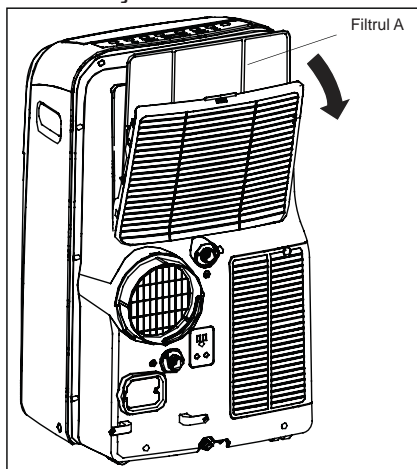
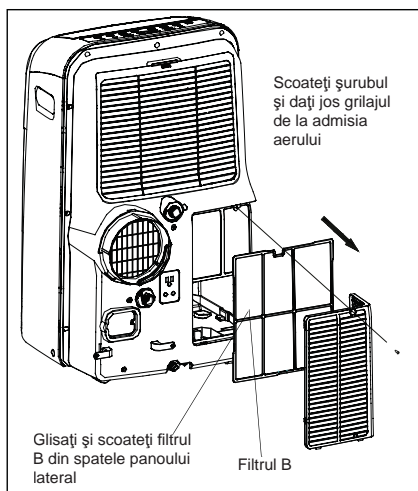

Fig. 27
Fig. 28
- Această unitate este echipată cu două filtre, A și B. Trageți panoul superior și scoateți filtrul A din spatele grilajului panoului posterior (Fig. 27). Scoateți filtrul inferior B prin slăbirea șurubului. Scoateți grilajul de admisie a aerului, după care scoateți filtrele ca în Fig. 28.